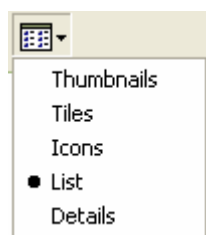

Imagen 7 Selección de vista
Imagen 7 imagen guardada
2) Copia y cambio en Bitmap – Esta función permite el cambio a formato Bitmap (igual a lo que aparece en la imagen 7) y por lo tanto a todos los programas de elaboración de imágenes compatibles también con „JPEG“